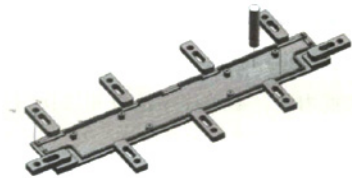

图 2
(1) 既然装夹加工压和夹定位都有不足,但压的方法优于夹定位,所以下料尺寸改为495mm×80mm×11mm,厚度不留量,四周留工艺余量,宽为5mm,深度为6mm。在铣工工序时,铣出外轮廓,为铣型腔装夹定位做准备。零件四周留量既考虑到一次装夹铣内腔,不用移动压板和二次编程走刀,便于测量,大大提高了工作效率,又兼顾压板装夹有定位之处,即5mm高的台阶面。采用此种方案,台阶处余量减少有利于去除,同时也为后续去除工艺余量留下加工基准。
(2) 如图2所示,用9块压板均匀压四周台阶上,确保底面紧密贴靠工作台,铣出全部内腔,不留余量。由于是一次装夹,各零件尺寸一致性好,产品合格率高。
利用基准转换方法,设置专门工艺块(见图2),把空间位置关系转化为平面直角位置关系可以解决加工面测量问题。用小型数控铣床加工保证工艺块精度达到设计要求。用坐标镗床装夹和加工工件,按工艺块为基准找正和测量工艺块与加工面之间位置关系来间接保证加工面加工精度。足辊架加工工艺图如图3所示。足辊架两侧事先加工到工艺尺寸作工艺块安放基准,工艺块1和工艺块2分别放置在工艺基准左右两侧。工艺块直角平面与钢板互成 90° 基准面接触。工艺块顶面和侧面都为斜面,它们与直角平面为 2.158° ,两个工艺块顶面连线为一平面,该平面正好通过内外弧辊子轴承座安装孔连心线。